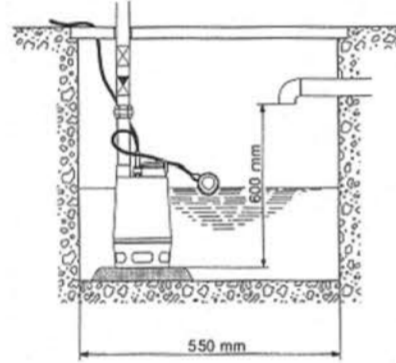

рис. 2
• Если насос устанавливается в колодец с минимальными габаритами (рис.2), то обязательно должна соблюдаться минимальная, свободная длина кабеля поплавкового выключателя (мин.1.00мм), как на рисунке 6.